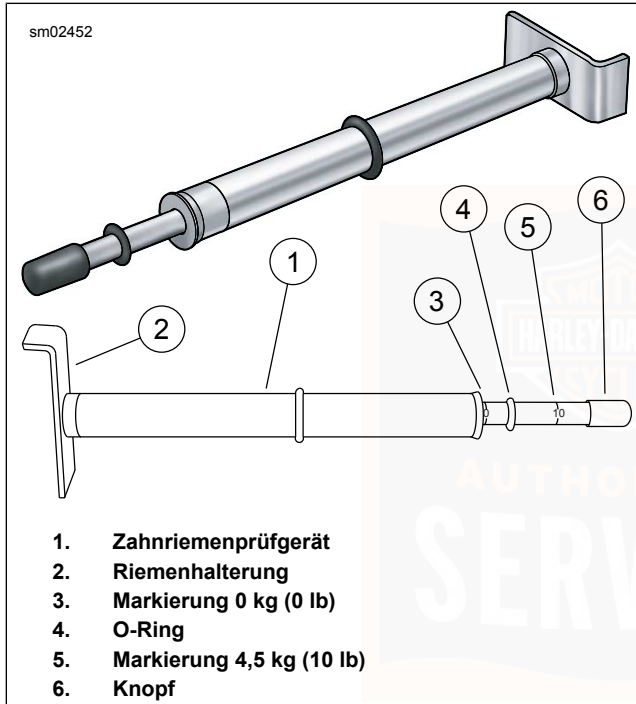

Abbildung 75. Zahnriemenprüfgerät
3. Siehe Abbildung 75. Messung der Riemendurchbiegung mit: